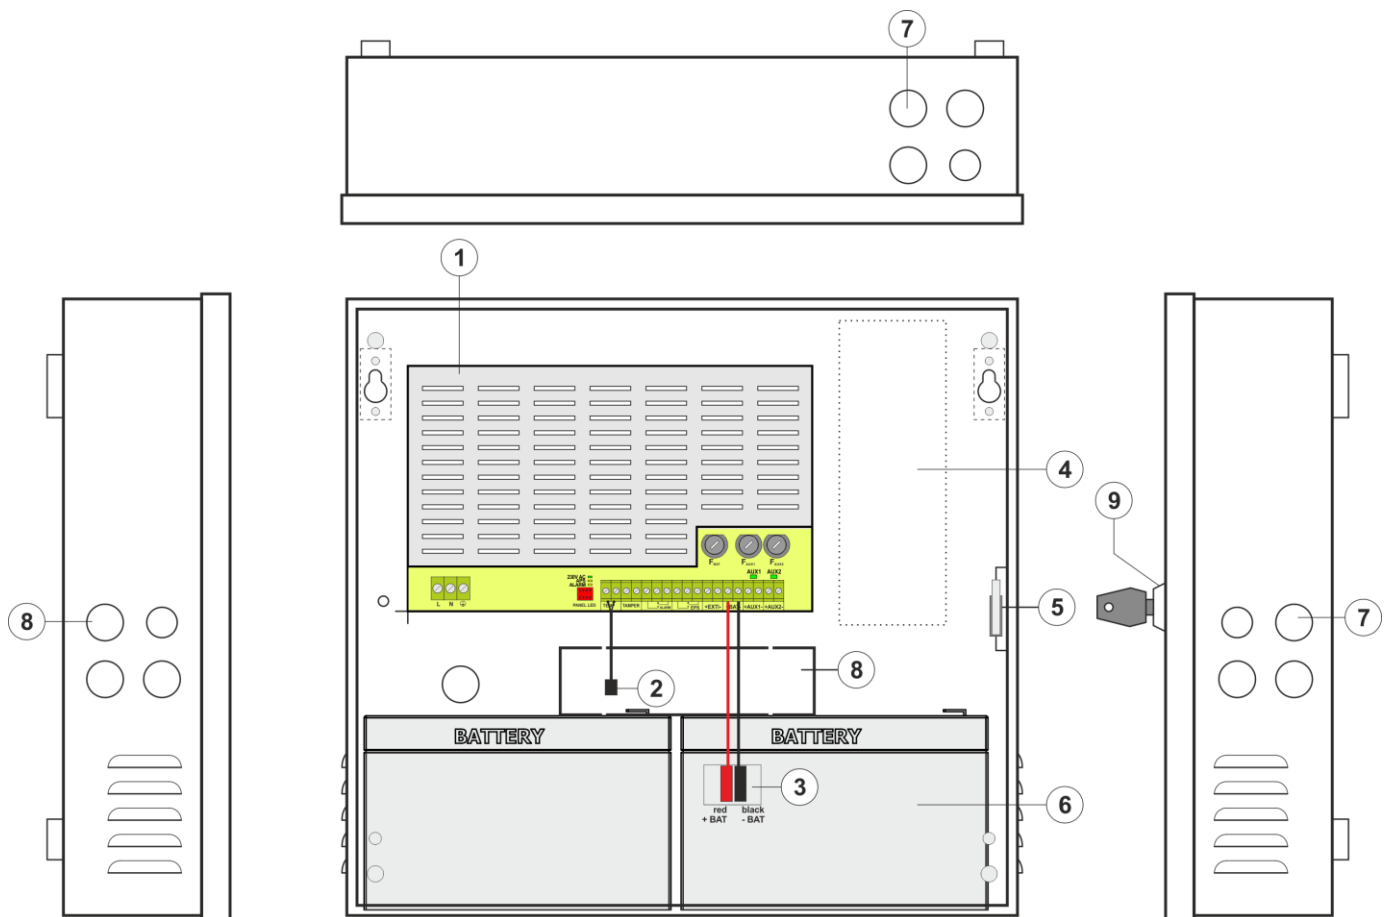

Fig. 3 Aanzicht van de voedingsmodule op basis van model EN54C-2A.
Tabel 2. Onderdelen van de computervoeding (Fig. 3).
6. Plaats de batterijen in de daarvoor bestemde plek in de behuizing (zie Fig. 3). Sluit de batterijen aan op de computervoeding en let daarbij goed op de juiste polariteit. De batterijen moeten in serie worden geschakeld met een speciale kabel (inbegrepen). Sluit de temperatuursensor aan op een van de batterijen met montagetape (inbegrepen). Plaats de temperatuursensor tussen de batterijen.